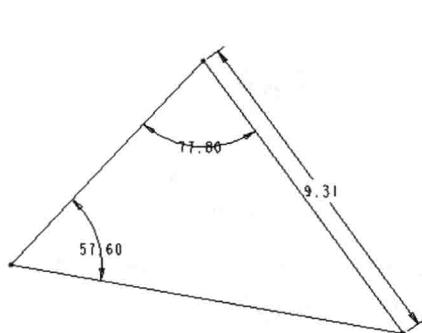

图 1-9 原始尺寸
(1) 选取菜单命令【文件】/【打开】，打开教学资源文件“\第 1 章\素材\triangle.sec”，这是一个三角形，其上所有尺寸已经在图上标出，如图 1-9 所示。